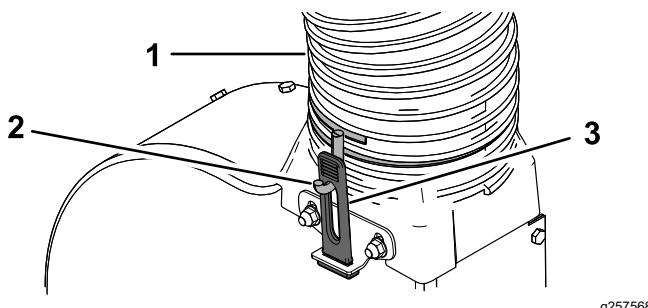

Figura 20
2. Enrosque a braçadeira de tubos na outra extremidade do novo tubo duas a três voltas (Figura 20).
3. Instale o tubo sobre a transição do soprador de forma a que o tubo forme uma curva de aproximadamente 90 graus a partir do capot. Ajuste a orientação dos ganchos da braçadeira de tubos como necessário de forma a que fiquem alinhados com os trincos de borracha e prenda o tubo esticando os trincos de borracha sobre os ganchos (Figura 20).